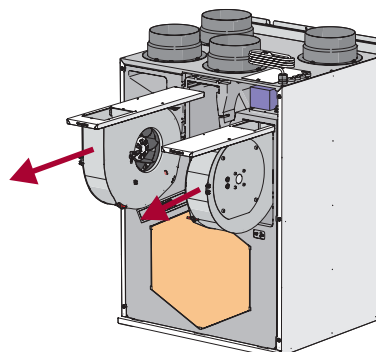

Rys. 6.6.8 Smarty 3X P / 4X P
**UWAGA.** Przed wykonaniem kroków wskazanych na Rys. 6.6.8, należy wykonać kroki wskazane na Rys. 6.3.2 oraz na Rys. 6.5.4 (1-3).
- Podczas demontażu przepustnicy należy wykonać kroki wskazane na Rys. 6.3.1 (1-3), Rys. 6.5.1 lub Rys. 6.5.2 (1-3), Rys. 6.6.7 (1-3) w przypadku urządzenia Smarty 2X P, a w przypadku urządzenia Smarty 3-4X P należy wykonać kroki wskazane na Rys. 6.3.2, Rys. 6.5.3 lub Rys. 6.5.4 (1-3), Rys. 6.6.8 (1-2).